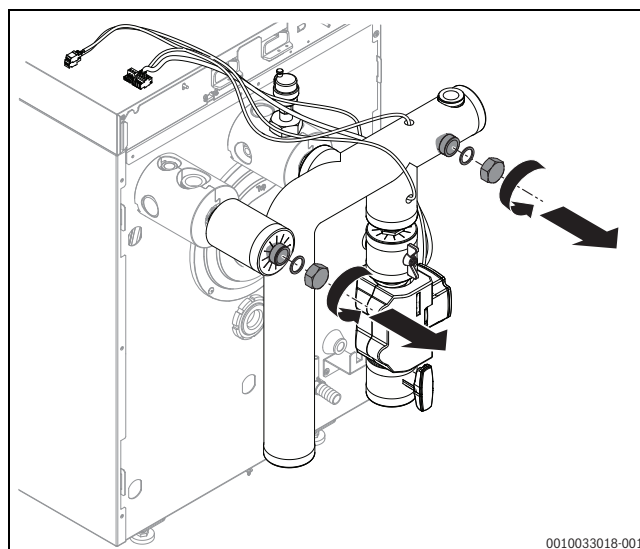

Bild 2
- ▶ Rohrgruppe entsprechend Bild 2 und 3 an Rohrgruppe HF-Set HYC25 montieren.